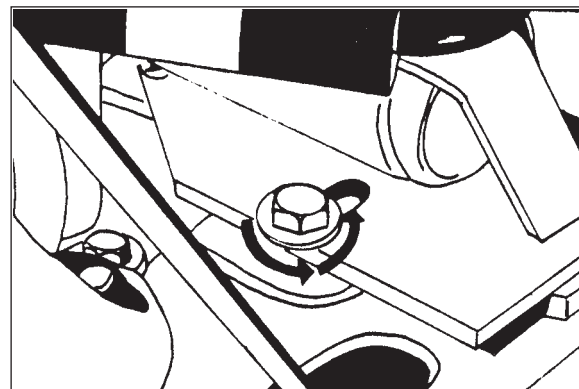

Figura 2
5. Afloje el perno del motor. Con la llave de $\frac{3}{4}$ ", gire el perno del motor en sentido contrario a las agujas del reloj. Consulte la Figura 2.